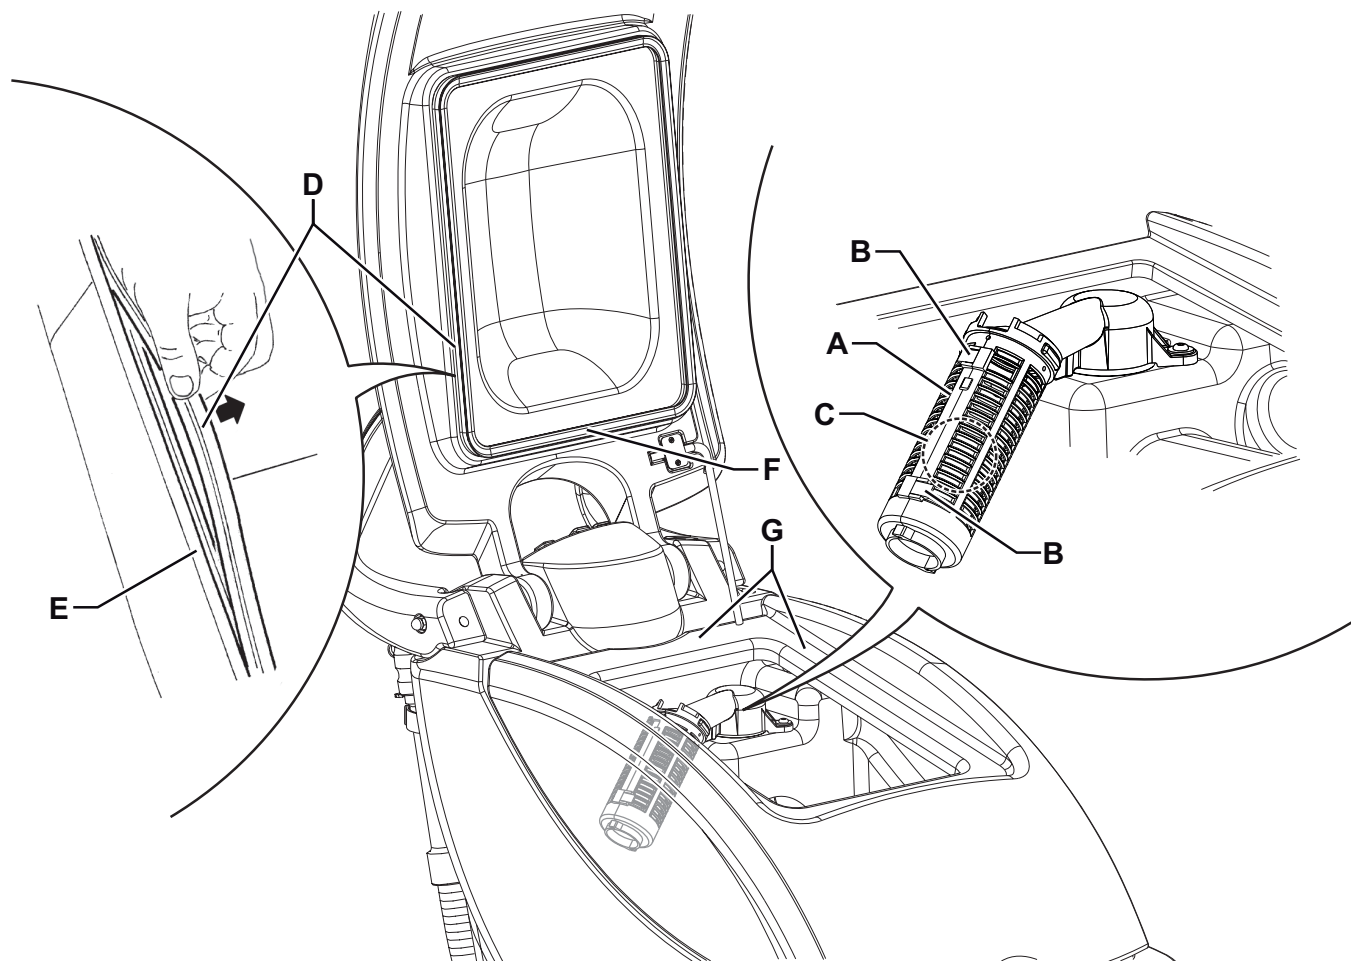

Figure 6
2. Vérifier que la fiche du câble d'alimentation (21) est branchée au réseau électrique.
3. Ouvrir le couvercle du réservoir de l'eau de récupération (31), nettoyer et laver à l'eau propre le couvercle, les réservoirs (27) et (28) et la grille d'aspiration (36). Vider l'eau des réservoirs à l'aide du tuyau de vidange (16) et du tuyau (18).
4. Si besoin est, dégager les dispositifs de retenue (B, Fig. 6), ouvrir la grille (A), récupérer le flotteur (C) et nettoyer soigneusement ; enfin reposer en place.
5. Contrôler l'intégrité du joint d'étanchéité (D) du couvercle du réservoir de l'eau de récupération.